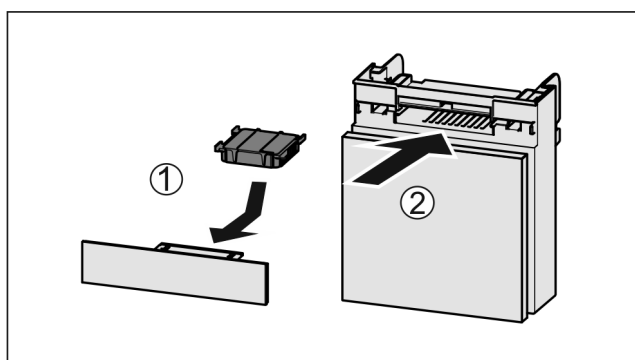

Fig. 100
- ▶ Insérer le filtre à charbon actif d'après le schéma Fig. 100 (1).
- ▶ Insérer le compartiment Fig. 100 (2).